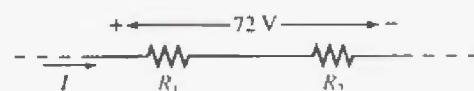

FIGURA 5.90
21. Diseñe el divisor de voltaje de la figura 5.90 de forma que $V_{R_1} = (1/5)V_{R_2}$ si $I = 4$ mA.